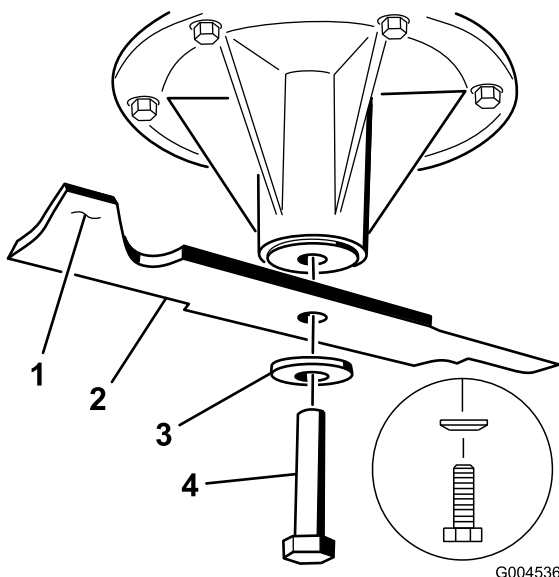

Figura 83
1. Instale a lâmina no veio (Figura 83).
2. Instale o disco de mola e o parafuso da lâmina. O cone do disco de mola deve ser montado virado para a cabeça do parafuso (Figura 83). Aperte o parafuso da lâmina com 115–150 Nm.